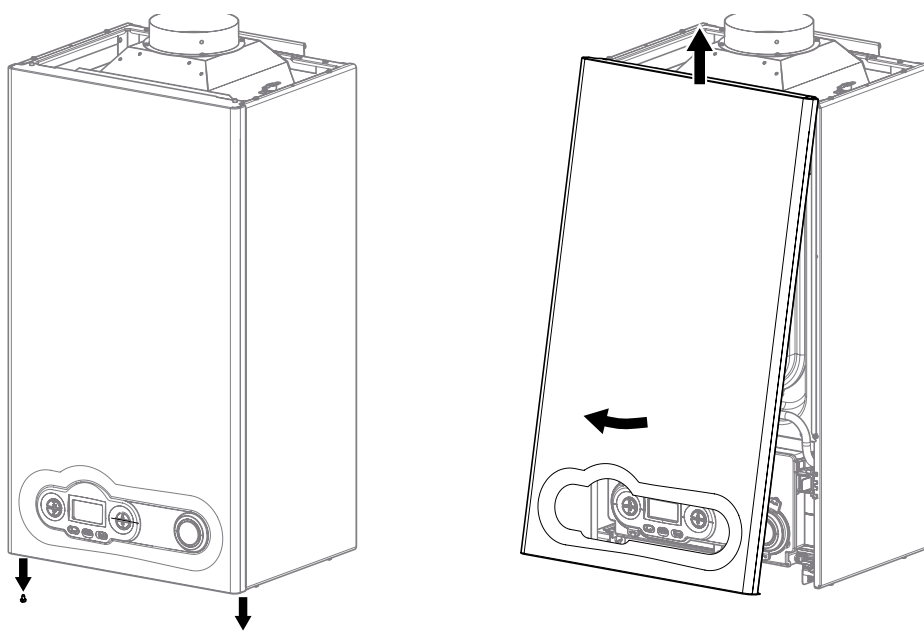

Fig. 14 Corps
- Enlever le corps frontal de la chaudière en desserrant les 2 vis qui le fixent au châssis (voir Fig. 14 Corps).